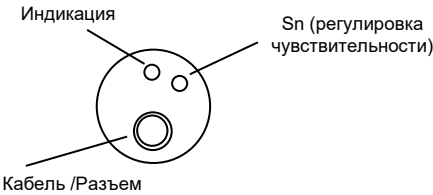

Рисунок 1
3.1 Выключатель состоит из металлического корпуса, в котором размещена печатная плата с электронными компонентами. На крышку корпуса выведен кабель или разъем подключения, индикатор и регулировка чувствительности (Рис. 1). Для обеспечения механической прочности внутренняя полость корпуса залита компаундом.
3.5 Выключатели имеют регулировку чувствительности (см. Рис. 1), которая осуществляется многооборотным резистором. Заводская установка чувствительности соответствует номинальному расстоянию срабатывания при использовании стандартного объекта воздействия (заземленного металлического квадрата 60х60 мм).